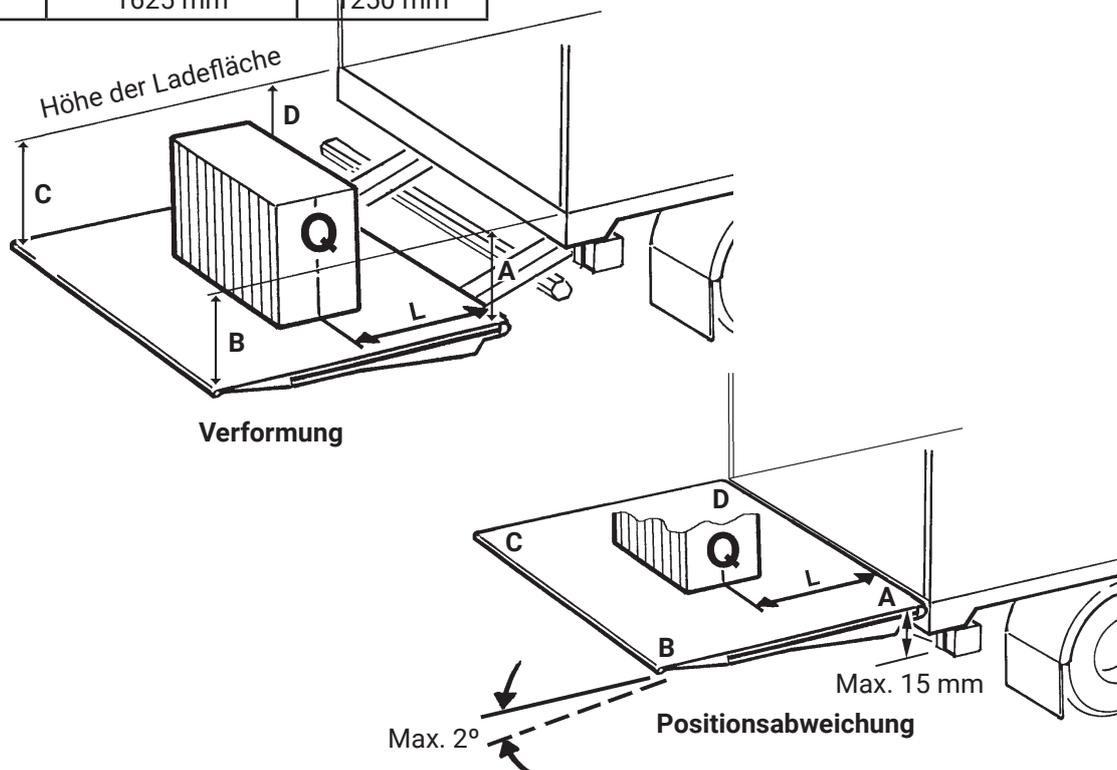

Abbildung 102. Prüfung und Abnahme
- Die Ladebordwand auf halber Höhe zur Ladefläche und mit horizontal ausgerichteter Plattform anbringen. Die Abmessungen A-B-C-D gemäß Abbildung messen und vergleichen, siehe Abbildung 102.